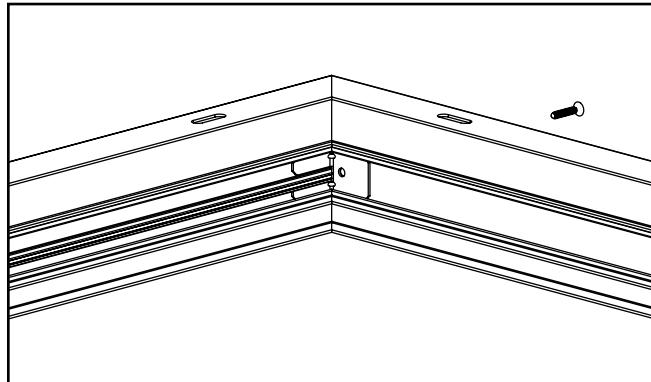

Figure 3.
- Utilisez les vis fournies pour assembler les pièces du cadre de manière à former un coin. (Figures 3 et 4.)